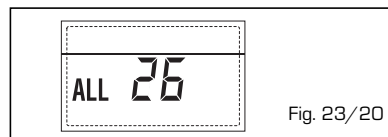

Fig. 23/20
- **ANOMALIA COERENZA APPLICAZIONE SOLARE "ALL 27"** (fig. 23/21).